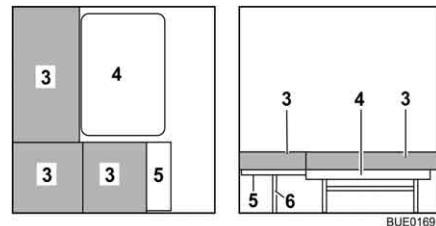

Fig. 111 Durante la trasformazione
- Sbloccare la prolunga del cassone letto (Fig. 111,5) e ribaltarla verso l'alto.
- Inserire il puntello (Fig. 111,6) nell'alloggiamento della prolunga del cassone letto.